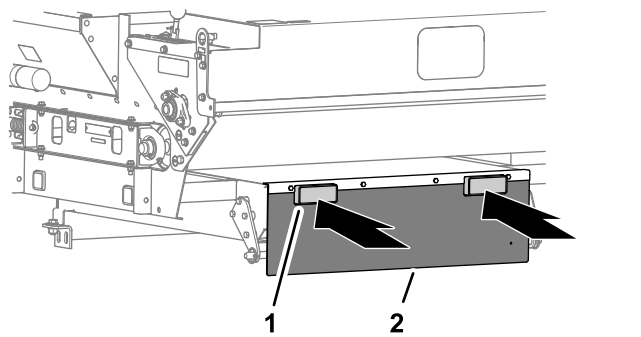

Figura 8
- Se utilizzate un elevatore a forche per sollevare lo spargitore, inserite le forche nei tubi di sollevamento (Figura 8) nella falda posteriore.